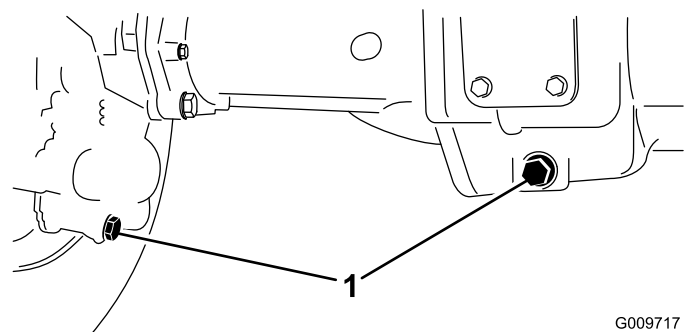

Bild 72
2. Reinigen Sie den Bereich um die drei Ablassschrauben, d. h. jeweils eine an beiden Enden und eine in der Mitte (Bild 72).